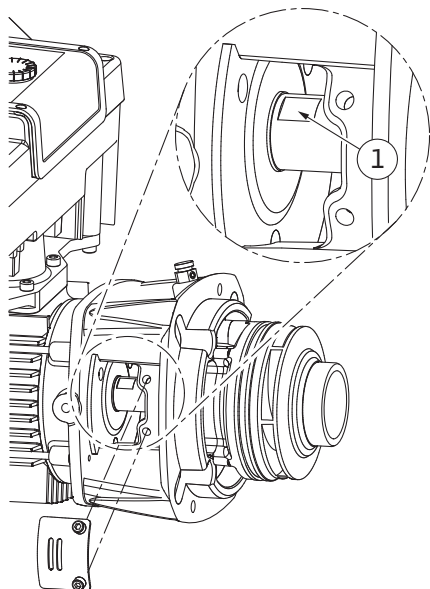

Fig. 101: Méplats sur l'arbre
14. Engager une clé plate (de 22 mm) dans le regard de la lanterne et maintenir l'arbre au niveau des méplats (Fig. 101, pos. 1). Dévisser l'écrou de blocage de roue (Fig. I, pos. 22). La roue (Fig. I, pos. 21) sort automatiquement de l'arbre.
15. Démontez la cale d'épaisseur (Fig. I, pos. 20).
3. Engager une clé plate (de 22 mm) dans le regard de la lanterne et maintenir l'arbre au niveau des méplats (Fig. 101, pos. 1).